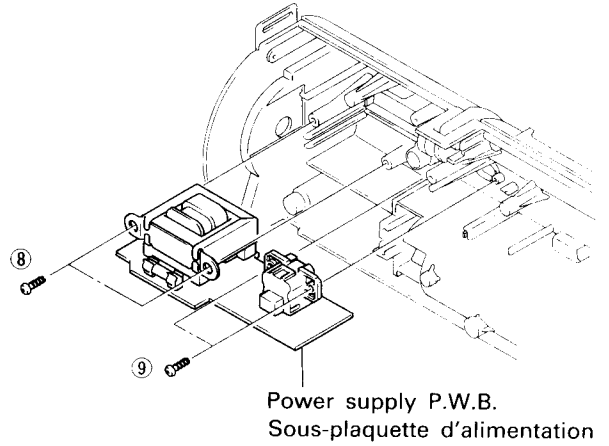

Fig. 5
6. Power supply P.W.B. (Fig. 5)
6. Sous-plaquette d'alimentation (Fig. 5)